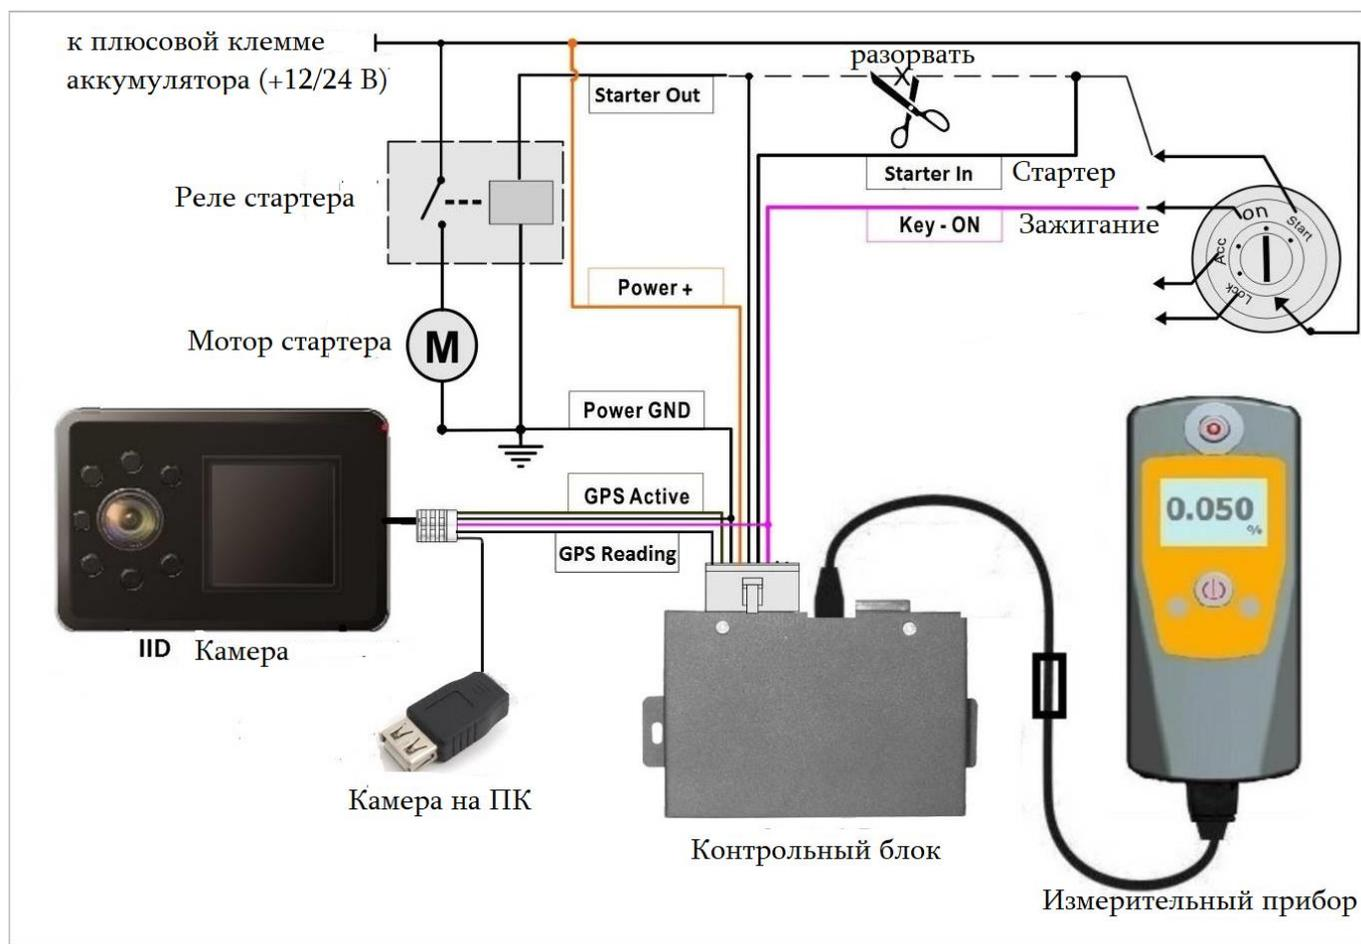

Рисунок 2
- Осуществите монтаж алкоблокиратора на ТС в соответствии с схемой монтажа (Рисунок 2)